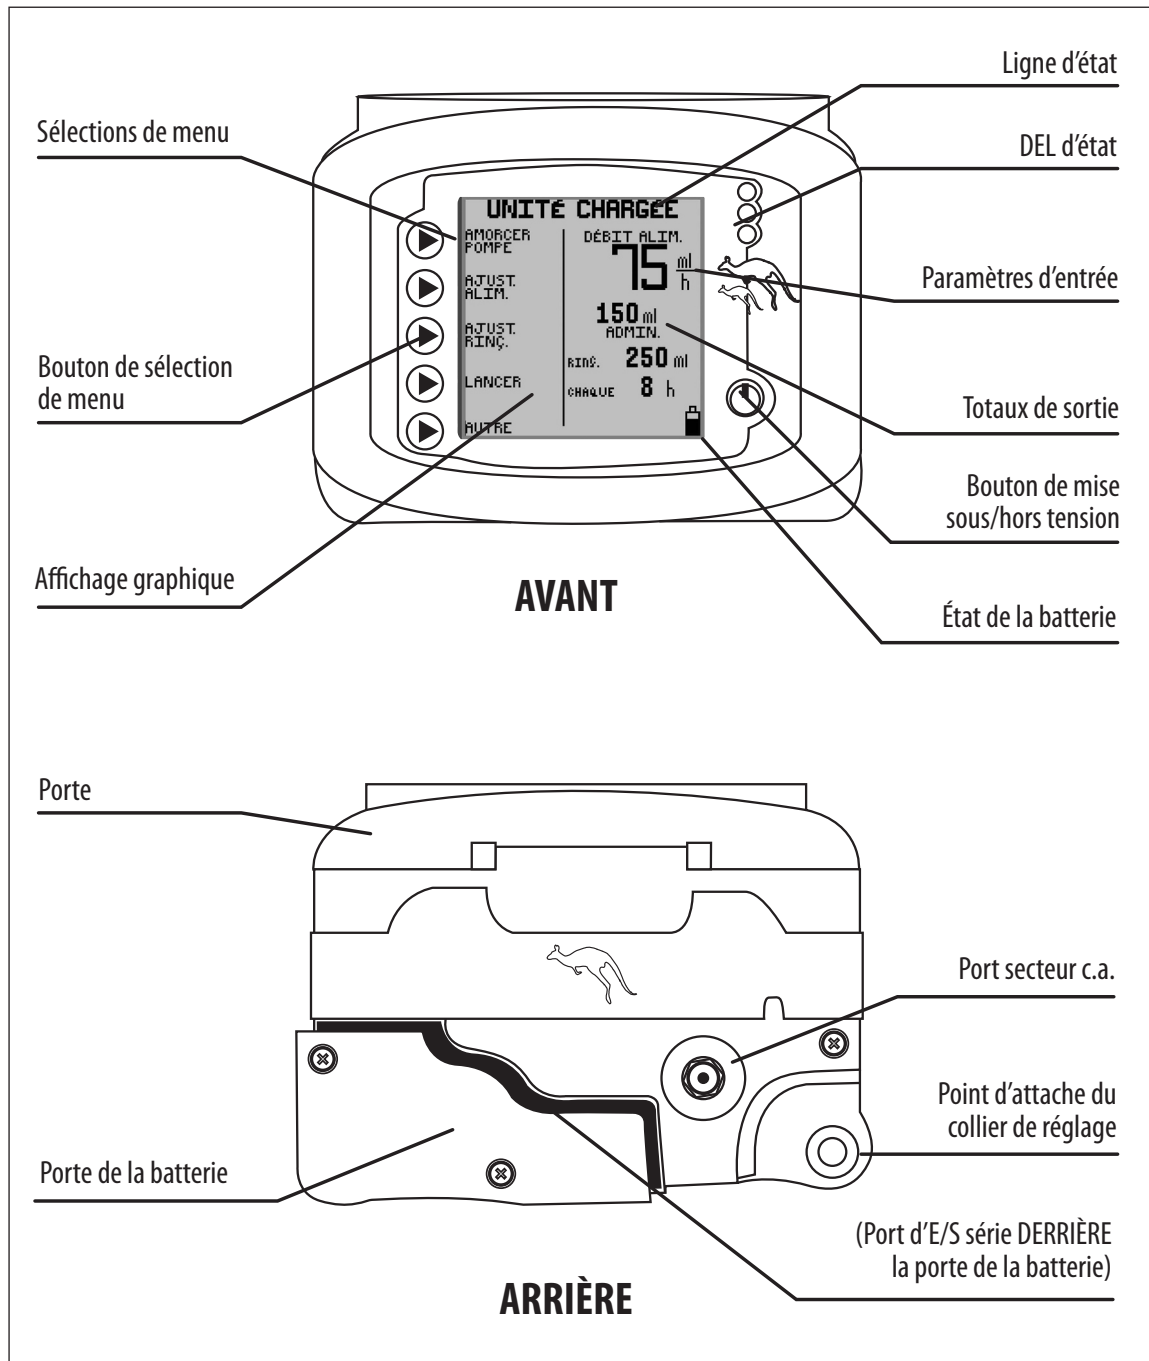

Figure 1A. Caractéristiques de la nutripompe KANGAROO JOEY, vues avant et arrière.
13. **AVERTISSEMENT** : Le port d'E/S série (voir Figure 1A) est exclusivement destiné à une utilisation par le fabricant.
Connecter le cordon d'alimentation au port secteur c.a. à l'arrière de la pompe. Voir Figure 1A pour localiser le port sur la pompe.